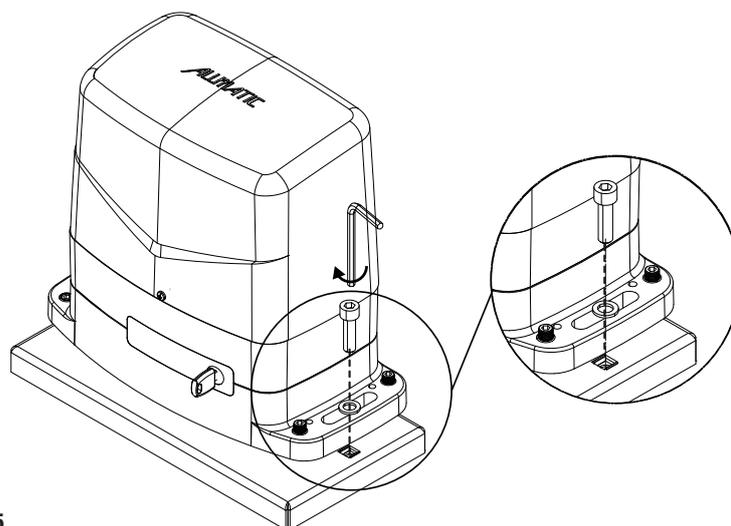
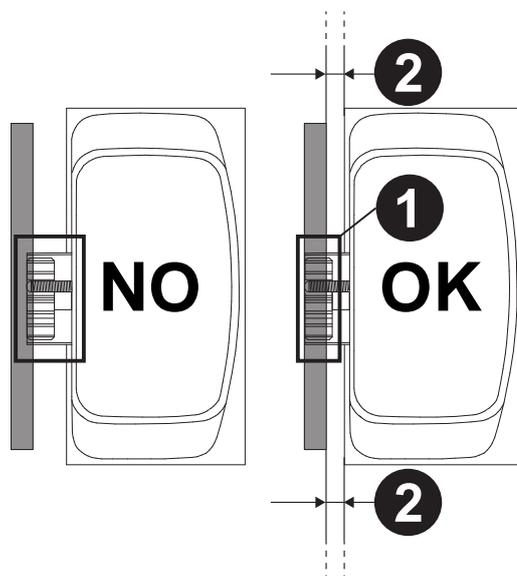

Fig. 5
Fig. 8
Pour fixer le moteur sur la contre-plaque, insérez et vissez les deux vis à six pans creux dans le boîtier approprié (Fig. 5). Placez le moteur en parallèle avec le portail et avec le pignon sous la crémaillère, comme illustré à la Fig. 8.
**1** ATTENTION ! Positionnez le moteur avec le pignon sous la crémaillère, comme illustré à la figure 8.